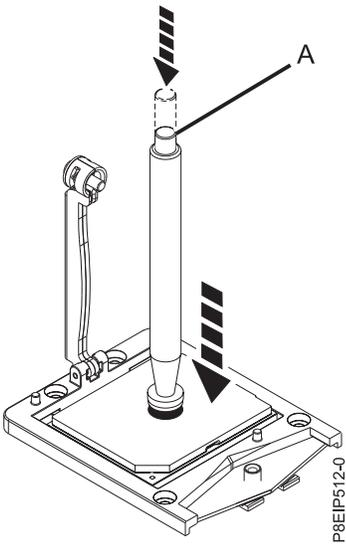

Figura 36. Bajar la herramienta de extracción en el módulo del procesador del sistema
7. Baje la herramienta de lápiz de vacío hasta el módulo de procesador del sistema que se va a instalar. Presione la parte superior del lápiz (A) y manténgalo en el centro del módulo de procesador del sistema, como se muestra en la Figura 36. Libere la parte superior del lápiz para fijarlo al módulo de procesador del sistema.